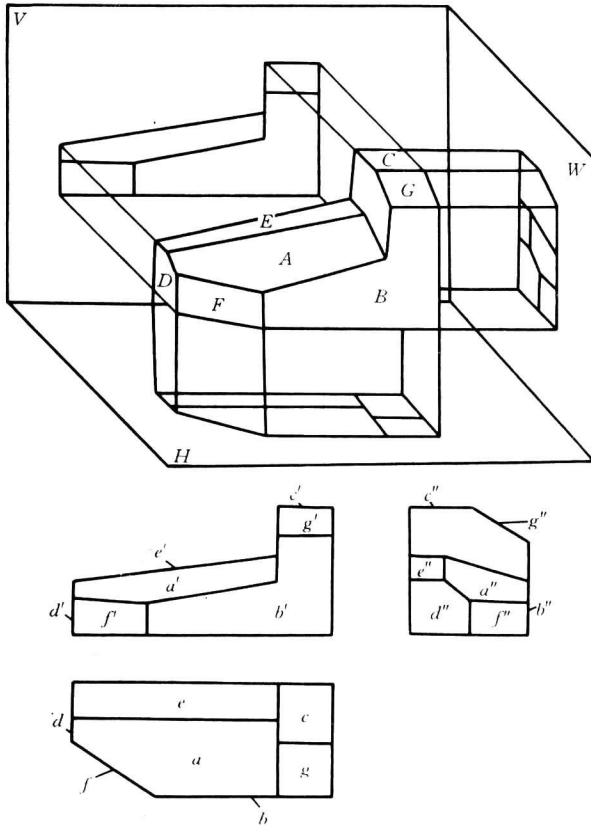

图 1-6 平面在三投影面中的投影
③投影面垂直线 分三种：正垂线，如ⅢⅣ直线；铅垂线，如ⅦⅧ直线；侧垂线，如ⅤⅥ直线。投影特性是：在所垂直的投影面上的投影积聚成一点，其余两投影是横平线或竖直线，且反映实长。
2) 平面在三投影面中的投影 平面在三投影面中的投影如图 1-6 所示。
①一般位置平面 如 A 面。投影特性是：在三个投影面上的投影均是与原形相类似的平面形。
②投影面垂直面 分三种：正垂面，如 E 面；铅垂面，如 F 面；侧垂面，如 G 面。投影特性是：在与平面垂直的投影面上的投影积聚成一条斜线，另两投影为缩小的类似形。
③投影面平行面 分三种：正平面，如 B 面；水平面，如 C 面，侧平面，如 D 面。投影特性是：在与平面平行的投影面上的投影反映实形，另两投影积聚成横平线或竖直线。